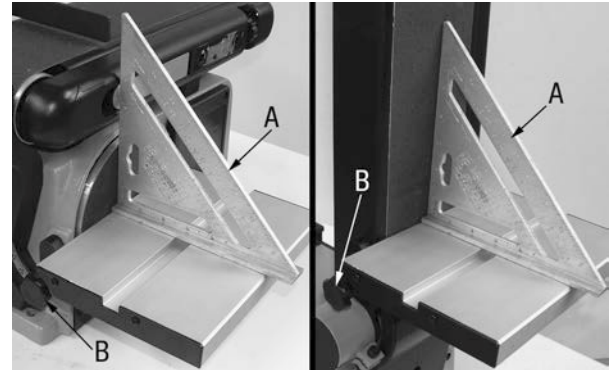

Figure 8
1. En utilisant une équerre (A) Fig.8, vérifiez l'angle de la table avec le disque/ courroie.
2. Si la table n'est pas à un angle de 90° avec le disque ou la courroie, dévissez le bouton de verrouillage (B) de la table et inclinez la table.